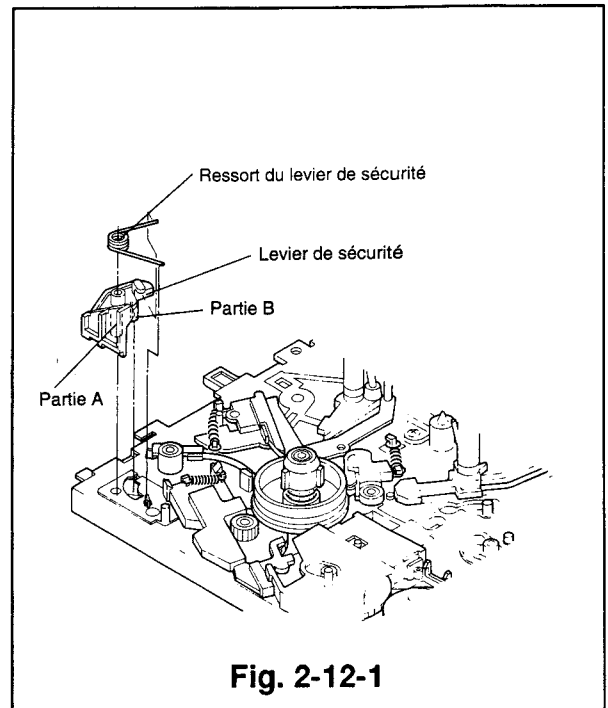

Fig. 2-12-1
- 1) Placer le levier de sécurité de manière à ce que la partie A soit alignée avec l'orifice du plateau principal, comme illustré dans la Fig. 2-12-1, et la partie B avec l'orifice du bras de sécurité situé du côté opposé de la mécanique.